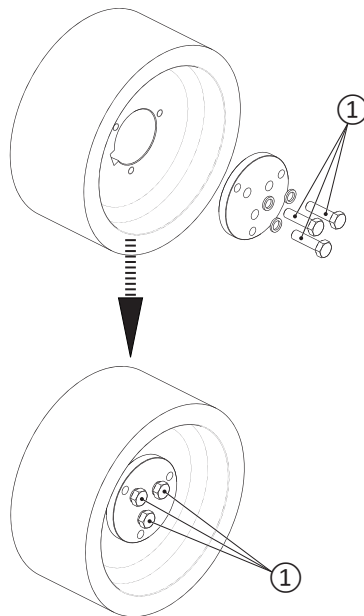

Figura 5
- Posizionare la piastra di fissaggio, grower e bulloni come rappresentato in "Figura 5".
- Serrare i bulloni ① in modo circolare con una coppia di serraggio pari a 90 Nm.
① VITI M12x45